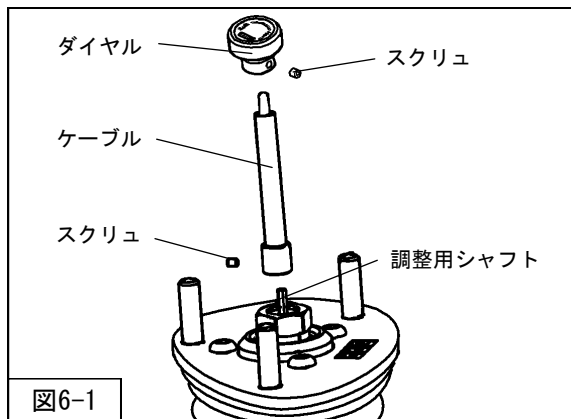

図6-1
1. 減衰力調整ケーブル（長・同梱品）をリアダンパーASSY先端の調整用シャフトに取付けてください。（図6-1）
スクリュの締付けは六角レンチ（1.5mm・同梱品）を使用してください。（図6-1）